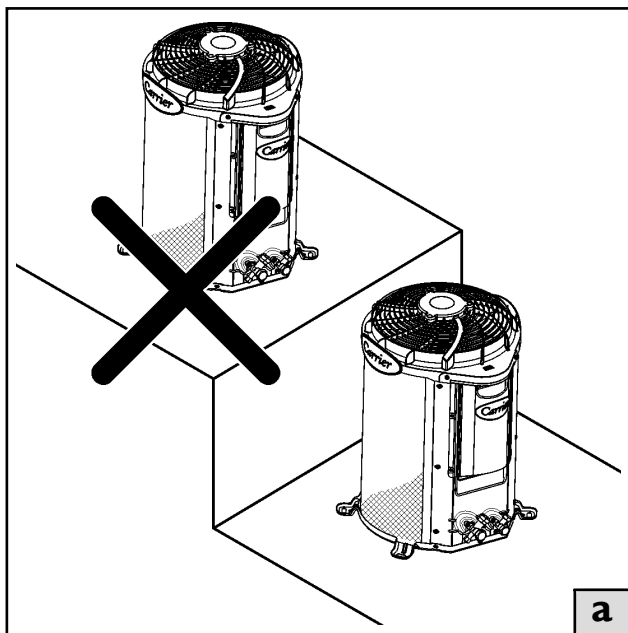

FIGURA 5a - EVITAR INSTALAÇÃO EM DEGRAUS
- * Recomenda-se **não** instalar a unidade condensadora 38K em degraus, para evitar que uma das unidades aspire o ar aquecido proveniente da outra (figura 5a).